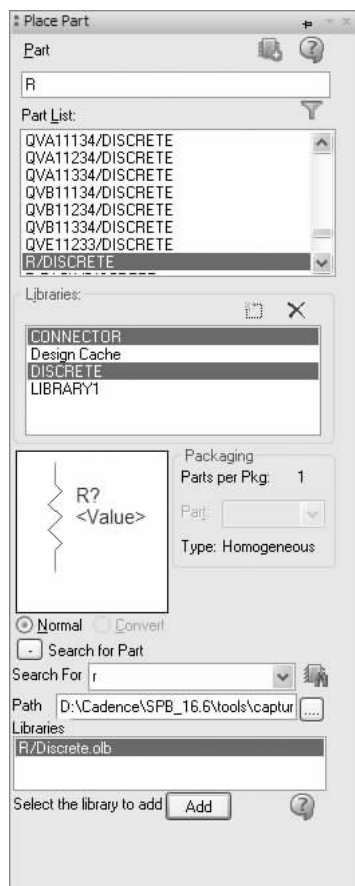

图 5-4 加载库文件
- 选中需要的元件（不在系统当前可用的库文件中），单击下方的按钮，则元件所在的库文件被加载。如图 5-4 在“Libraries（库）”列表框中显示已加载元件库“Discrete（分立式元件库）”，在“Part List（元件列表）”列表框中显示该元件库中的元件，选中搜索的元件“R/DISCRETE”，在面板中将显示该元件符号的预览。